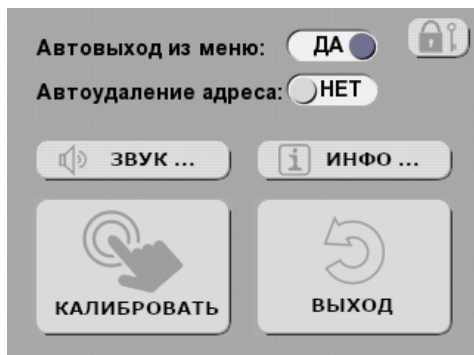

Рис. 11. Окно меню «НАСТРОЙКИ»
- 2) перейдите в меню «НАСТРОЙКИ» (МЕНЮ→ НАСТРОЙКИ; Рис. 11);
2) перейдите в меню настроек (МЕНЮ→НАСТРОЙКИ, Рис. 11) и нажмите кнопку меню «КАЛИБРОВАТЬ»;